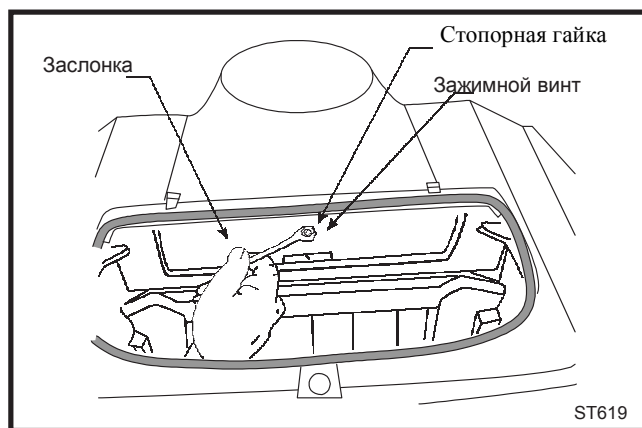

Рис. 35 Прокладка шиберной заслонки уплотняется после продолжительного пользования, и в таком случае плотность заслонки необходимо регулировать.
- Ослабьте стопорную гайку на зажимном винте в центре заслонки. (Рис. 35)